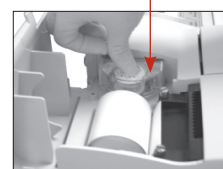

Abb. 2: Setzen Sie den neuen Pumpeneinsatz ein und drücken Sie die Pumpenwalze herunter
5. Positionieren Sie den neuen Schlauchpumpeneinsatz mit nach unten gerichteten Stützen neben den Pumpenmotor. Drehen Sie die Motorachse per Hand soweit, dass sie mit der Keilnut der Pumpenrolle abschließt. Richten Sie dann den Pumpeneinsatz mit der Motorachse aus und drücken Sie den Einsatz kräftig herunter, bis er richtig fest im Gehäuse sitzt (Abb. 2).
6. Drücken Sie die Walze des Pumpeneinsatzes herunter, bis sie fest auf der Achse des Pumpenmotors sitzt (Abb. 2).